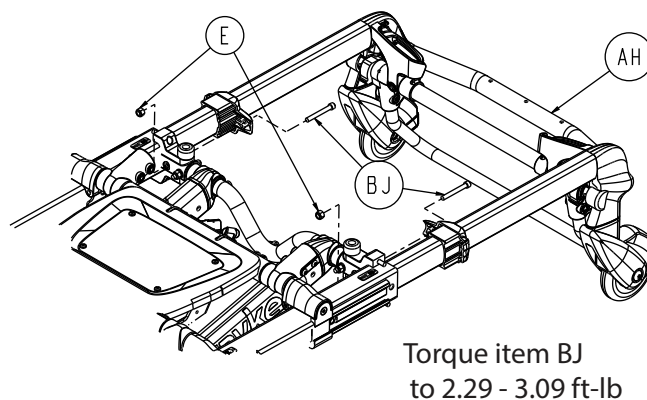

Figure 20 – Composants de la section tête
3. À l'aide d'une clé mixte de 7/16 po et d'une clé à 6 pans de 3/16 po, retirer les deux vis d'assemblage à six pans creux (BJ) et les écrous hexagonaux Fiberlock (E) qui fixent les roulements à chapeau au support d'interface du plan de couchage de la base (une de chaque côté) (Figure 20). Conserver les vis et les écrous.
4. Serrer les poignées de déblocage de la section tête et retirer l'ensemble section tête (AH) (Figure 20).